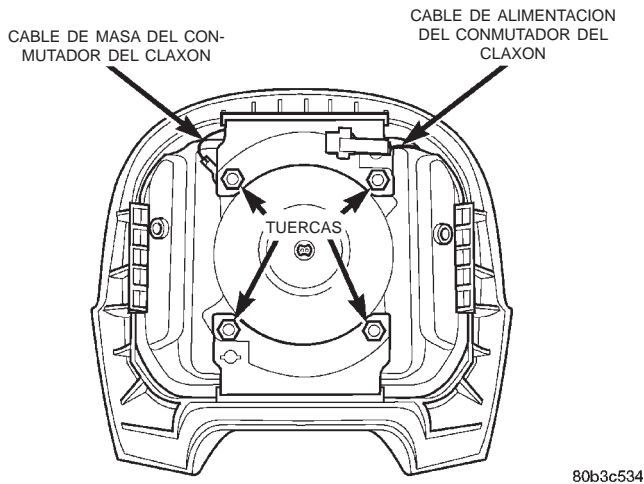

Fig. 5 Desmontaje e instalación de las tuercas de retención de la cubierta tapizada del airbag del lado del conductor
(1) Desconecte y aisle el cable negativo de la batería. Si alguno de los airbags no se ha desplegado, espere dos minutos para permitir que se descargue el condensador del sistema, antes de proceder con el servicio.
(2) Retire el módulo de airbag del lado del conductor del volante de dirección. Para informarse sobre el procedimiento, consulte **Módulo de airbag del lado del conductor** en la sección Desmontaje e instalación de este grupo.
(3) Retire las cuatro tuercas que fijan los retenes superior e inferior de la cubierta tapizada a los espárragos en la parte posterior del alojamiento del airbag del lado del conductor (Fig. 5).